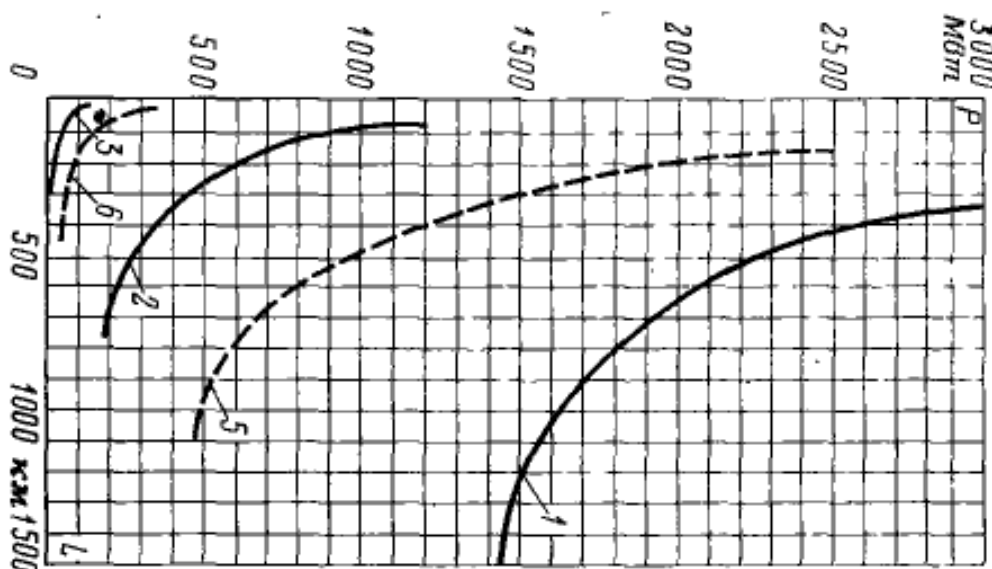

Рисунок 5 – Исходный рисунок для решения задачи №3
4. Используя экранные ножницы, вырезать рисунок 5 и вставить на рабочий лист, сориентировав вертикально. Накладывая фигуры поверх рисунка, вычертите диаграмму средствами Visio. Пунктирные линии задавать через параметры фигуры.